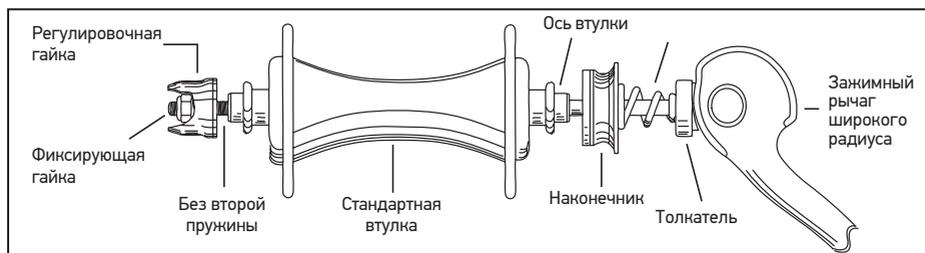

Рис. 15: Быстроразъемный зажим CLIX®
4. После установки правильного усилия фиксирования рычага зажима CLIX затянуть фиксирующую гайку при помощи ключа 8мм до не плотного прилегания к регулировочной гайке (Рис. 15).